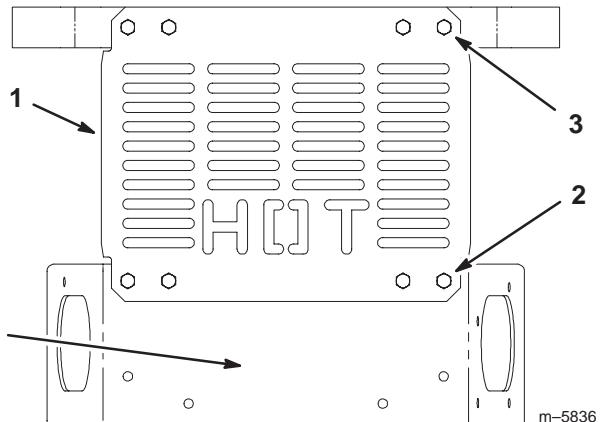

Figure 6
- Déposez le bouclier thermique arrière (Fig. 6). Mettez les boulons et écrous supérieurs au rebut.
6. Montez le bas du bouclier thermique arrière sur le pare-chocs arrière (Fig. 6).